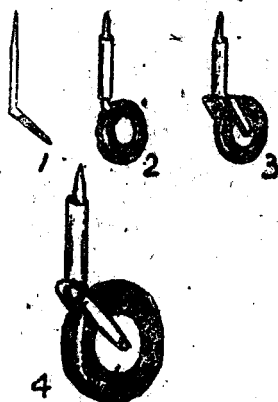

图 11
(1) 枪炮管套可用木条做成。
(2) 机翼上表面导流片用卡片纸剪成。
(3) 前轮支柱用去头的大头针弯成，机轮用木片做成。支柱插入机轮后，两侧各胶上一根小木条做为轮叉。再在支柱上绕几圈棉纸胶好，在轮叉两头还可胶上一些碎木粒像轴承状，参看图 11 中 1、2、3、4 图。